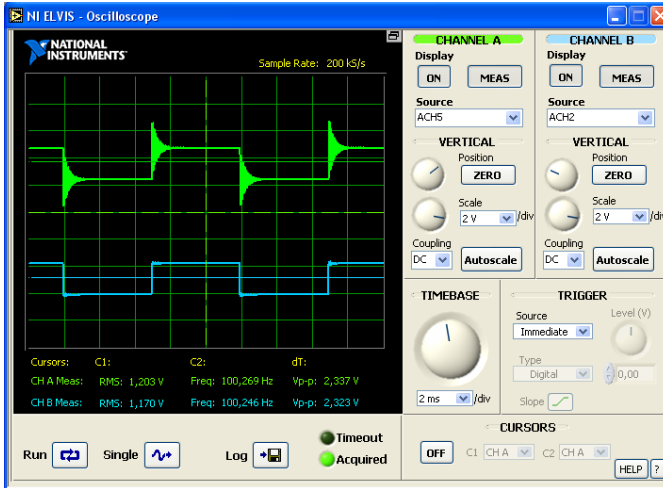

Рис. 3. Сигнал с генератора и конденсатора
4. С помощью элементов управления осциллографом получите изображение на экране, близкое к тому, что изображено на рис. 3. Объясните его.